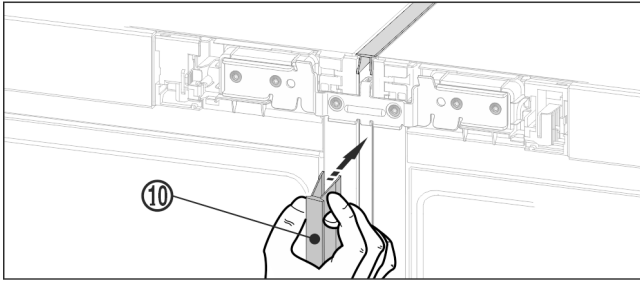

Fig. 22
- ▶ Na prednej strane zatlačte do vertikálnej medzery dlhú kryciu lištu Fig. 22 (10). Dbajte na to, aby lišta spočívala na spojovacom plechu.